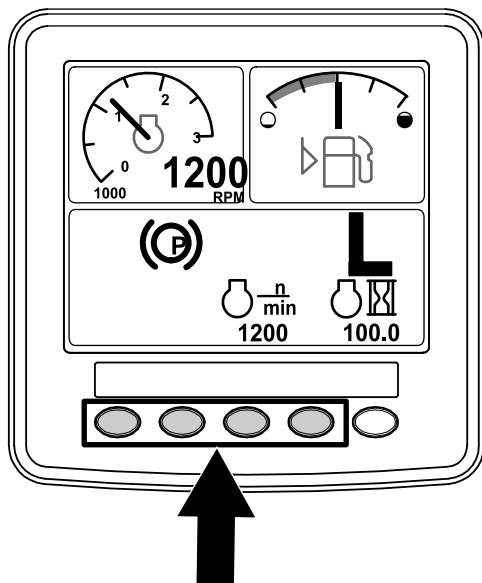

Figura 7
1. A partir do ECRÃ INICIAL, prima os botões 1, 2, 3 ou 4 para aceder à barra do menu emergente na parte inferior do ecrã (Figura 7).